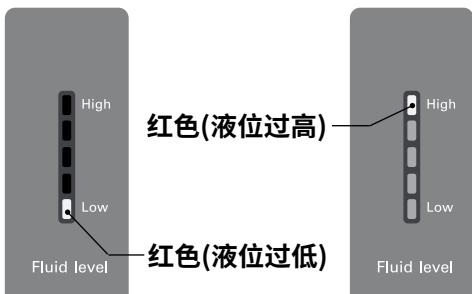

Fig. 7
- 低液位警示信息出现在屏幕上。同时，液位显示器底端LED指示灯呈红色亮起提示液位过低(如图**Fig. 7**)。